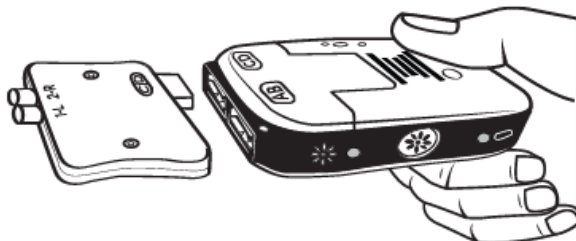

Рисунок 15. Соединение адаптера НТС и НТС 2
3. Вставьте адаптер НТС в порт НТС 2 с маркировкой «CD» (рисунок 15).